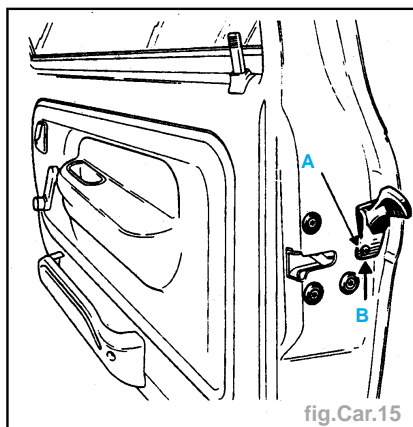

fig.Car.15
- Déposer la vis **Torx 20 (A)** (fig. Car.15).